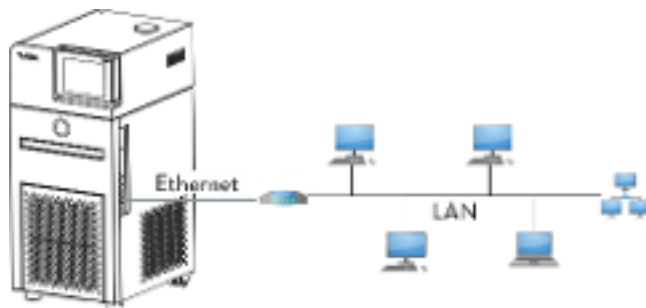
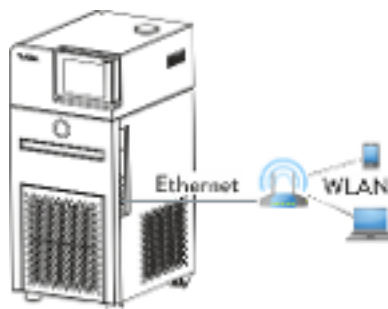

Abb. 13: Verbunden über LAN
Abb. 15: Verbunden über WLAN
In Abb. 13 ist dargestellt, wie das Temperiergerät mit einem Leitstand/PC über ein LAN-Netzwerk verbunden ist.
In Abb. 15 ist eine direkte Verbindung vom Leitstand/PC zum LAUDA Temperiergerät über ein WLAN dargestellt. Der WLAN-Router ist dabei als ein Access-Point zu konfigurieren. Wie der WLAN-Router konfiguriert werden muss, entnehmen Sie der Anleitung des Routers.
- Für Verbindungen wie in Abb. 14 und Abb. 15 gezeigt sind, können handelsübliche WLAN-Router genommen werden. Diese müssen die benötigte Verbindungsfunktion aufweisen und die Anforderungen des Landes erfüllen in denen sie betrieben werden. Für den Aufbau, wie in Abb. 14 dargestellt, empfiehlt LAUDA jedoch einen Industrie-WLAN-Router zu verwenden.
17. Verbinden Sie die Ethernet-Schnittstelle des Temperiergeräts wie auf Abb. 13 bis Abb. 15 gezeigt. Verwenden Sie ein handelsübliches Ethernetkabel (Patch-Kabel).
8. Verbinden Sie die Ethernet-Schnittstelle des Temperiergeräts wie auf Abb. 13 bis Abb. 15 gezeigt. Verwenden Sie ein handelsübliches Ethernetkabel (Patch-Kabel).